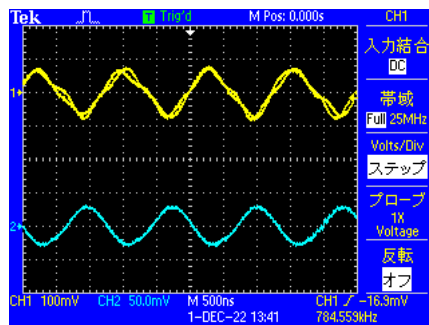

図3  $\omega = 800\text{kHz}$  のときの測定結果
1. 図 3 に示すように, 水槽と電極板の間にログスキーコイルが入る程度のスペースを作り, そこにログスキーコイルを挿入する.